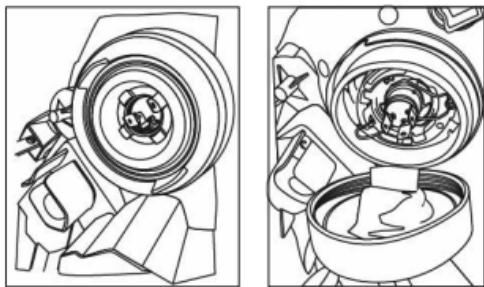

Figura-2
- 5.1 Assicurarsi che l'attacco sia dotato di una guarnizione impermeabile e di una molla o un meccanismo di aggancio simile. Utilizzare la molla per fissare la lampada come mostrato nella Figura 2.